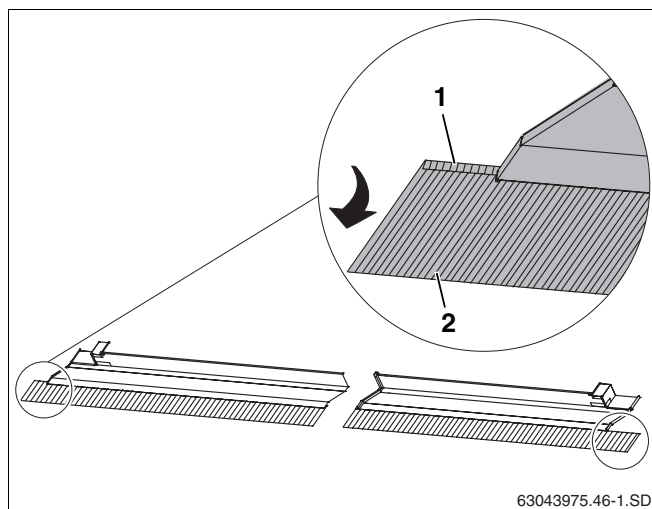

Abb. 43 Bleischürzen umlegen
- Bleischürzen aller Abdeckbleche nach vorne legen (Abb. 43, **Pos. 2**).
- Die Enden der äußeren Abdeckbleche oben (Abb. 43, **Pos. 1**) ebenfalls nach vorne legen.